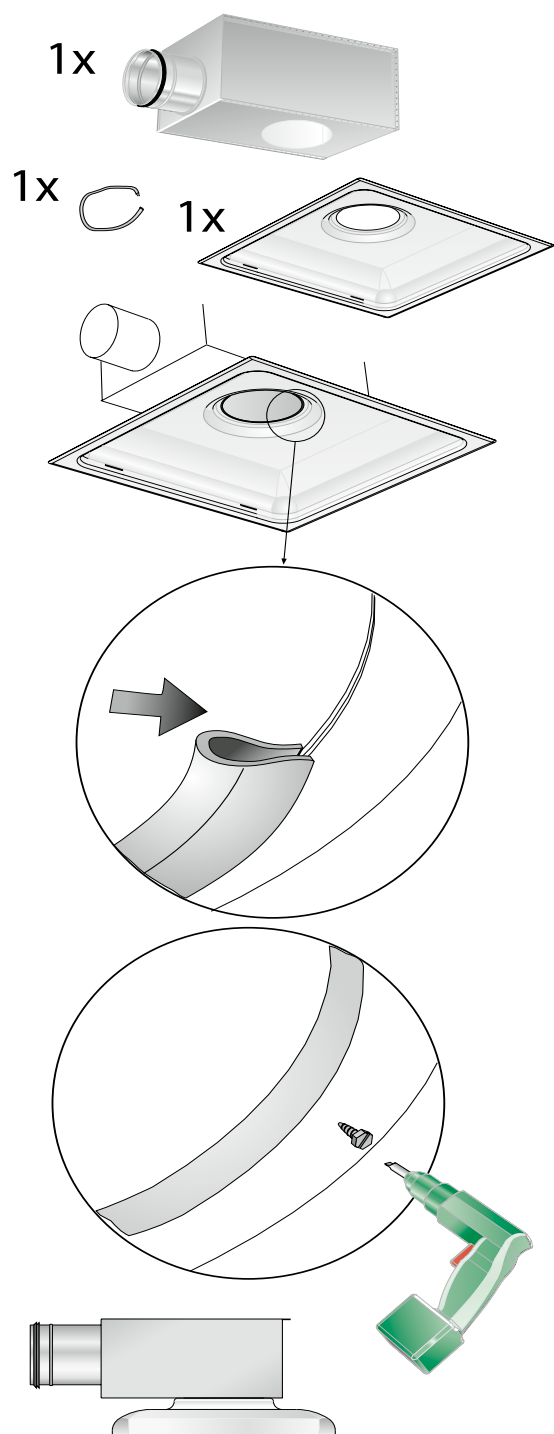

Figure 4. Installation d'un diffuseur et d'un plénum d'équilibrage ALS de hauteur réduite.
- Le diffuseur et le plénium d'équilibrage ALS de hauteur réduite sont centrés l'un par rapport à l'autre à l'aide de l'attache fournie. Fixer le diffuseur dans la bonne position, sous le plénium d'équilibrage, à l'aide de vis ou de rivets – se reporter à la figure 4.